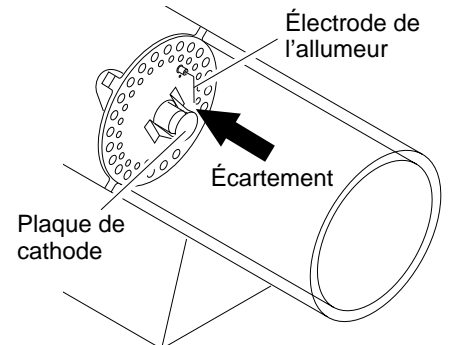

Figure 19 - Écartement entre l'électrode de l'allumeur et la plaque de cathode
7. Régler l'écart entre l'électrode et la plaque de cathode à 4,3 mm (0,17 po) (voir la figure 19).